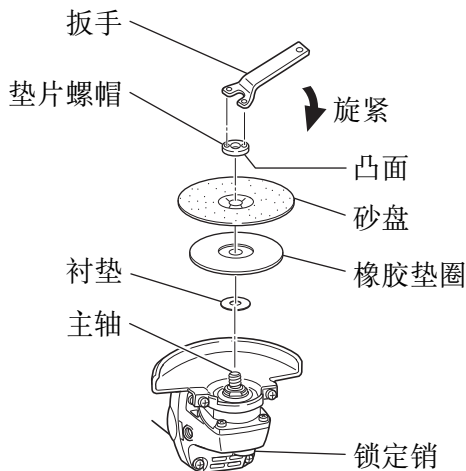

图 3
1. 安装 100 mm 的砂盘（参看图 3）
- (1) 配上垫圈，橡皮衬垫及砂盘到主轴上。
- (2) 旋垫圈螺帽到主轴。
- (3) 如图 3 所示，撤下锁定销防止主轴转动。用扳手拧紧砂轮螺帽卡紧砂盘。